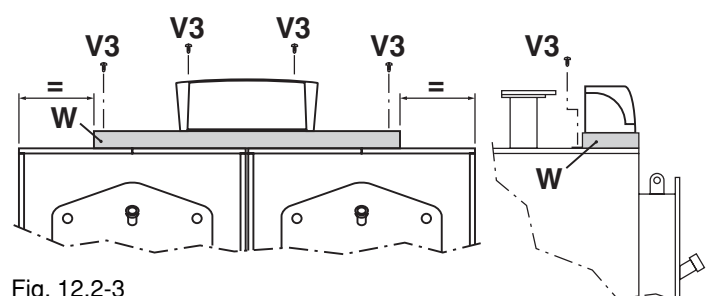

Fig. 12.2-3
- Montare alle caldaie il pannello W fissandolo ai pannelli superiori con le viti autoforanti V3 in dotazione rispettando quanto indicato in fig. 12.2-3.